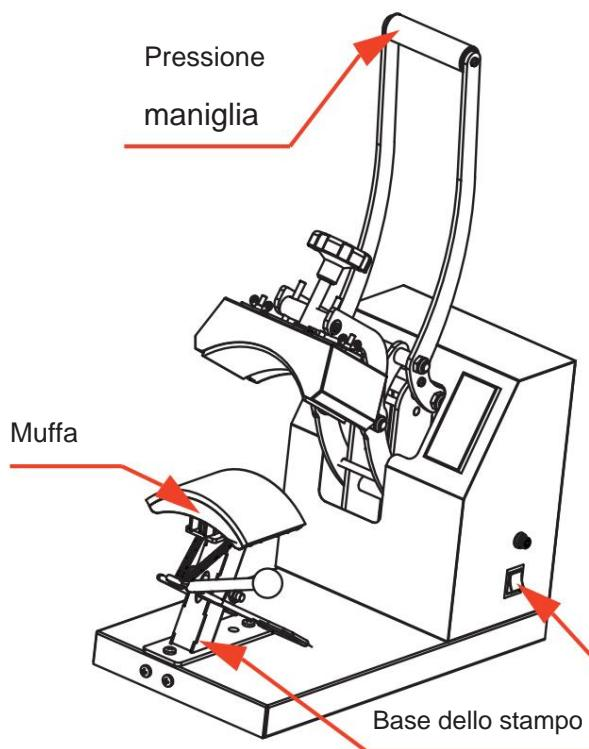

Figura 1
1. Rimuovere la confezione e le fascette, sollevare la maniglia di pressione, come mostrato nella Figura 1.
2. Collegare la macchina all'alimentazione, accendere l'interruttore di alimentazione, come mostrato nella Figura 1. (Tensione nominale: V, potenza nominale: W)